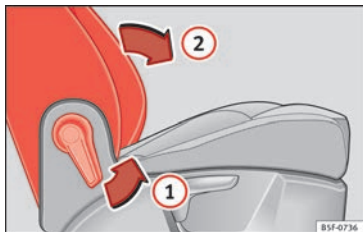

Fig. 149 Siège du passager avant : levier pour rabattre le dossier.
- Tirez le levier **1** » **fig. 149** et appuyez sur le dossier vers l'avant **2** de façon à ce que le dossier se trouve en position horizontale.